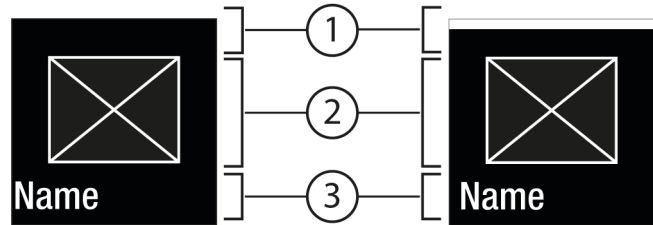

Fig. 6
- Налаштувати нове значення: Натиснувши Підтвердити Fig. 5 (2) вибрати деактивоване значення Fig. 6 (1).
- Назад в меню: Натиснувши Підтвердити Fig. 5 (2) вибрати вже активоване значення Fig. 6 (2).
- ▷ Статус: активовано *Fig. 6 (1)* з'являється скоро в підменю *Fig. 7 (4)*.